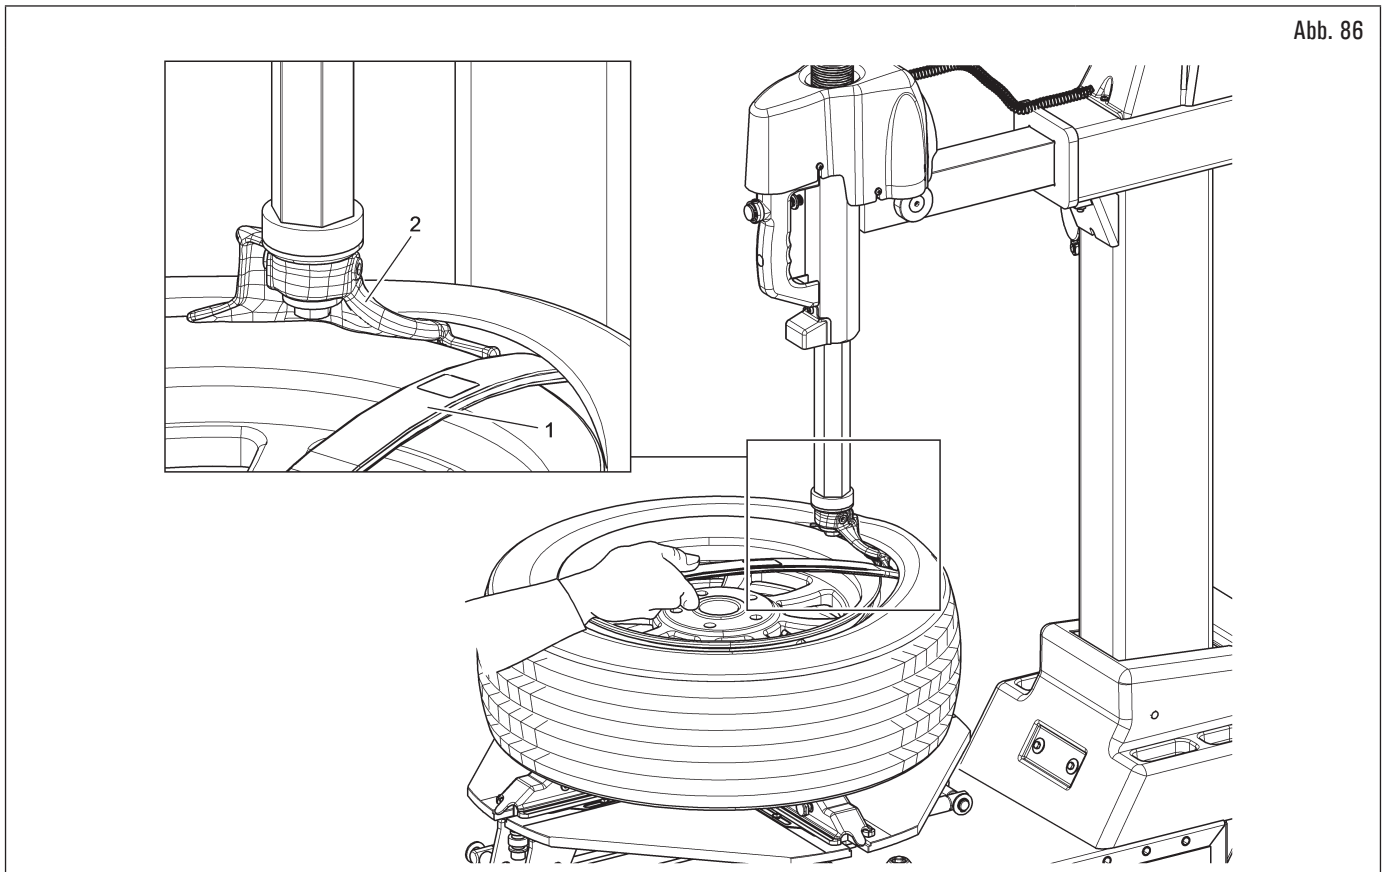

Abb. 86
9. laden Sie den Wulst mit dem entsprechenden Wulsthebehebel (Abb. 86 Pkt. 1) auf den Werkzeugkopf (Abb. 86 Pkt. 2); Gehen Sie langsam und gleichmäßig vor und lassen Sie den Wulst allmählich entlang des Hebels, des Werkzeugkopfes und der Felgenreand gleiten, wodurch die Spannung verringert wird;